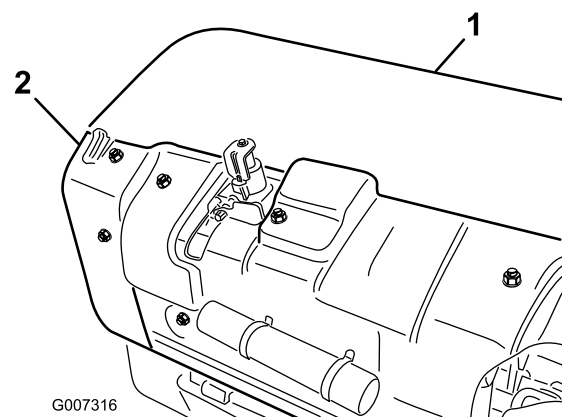

Figure 31
1. Déposez le couvercle arrière de la tête d'aération (Figure 31).
2. Enlevez les vis de fixation de la protection de la poulie et déposez la protection (Figure 31).